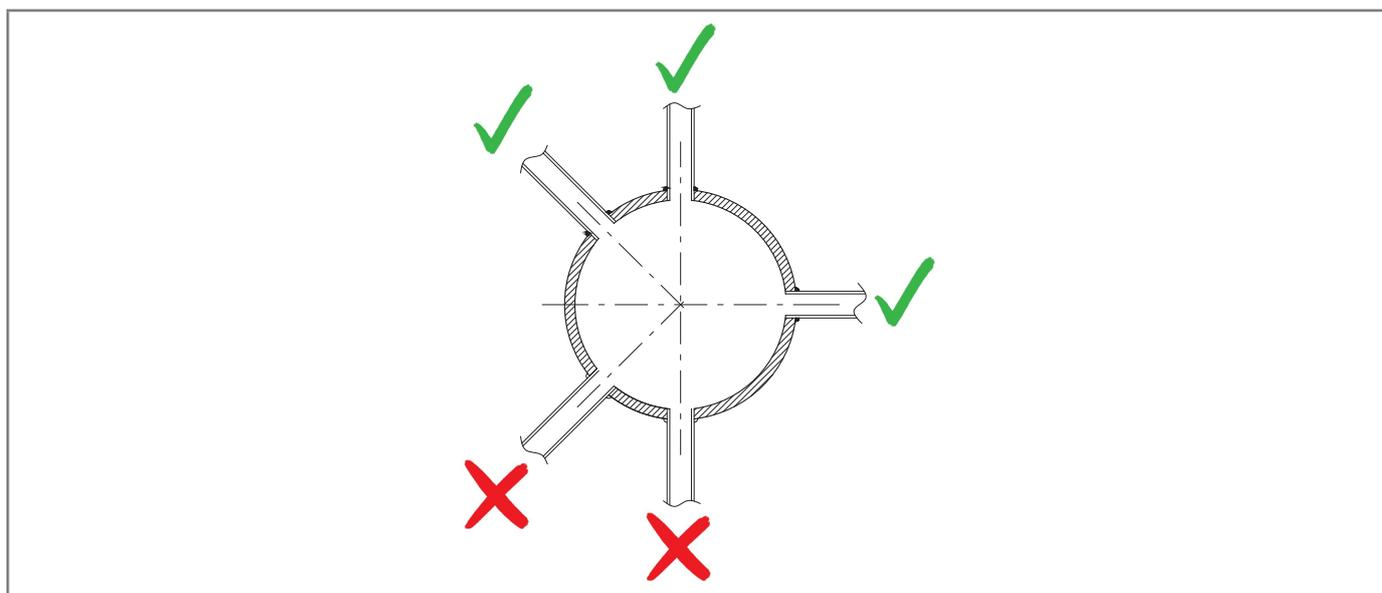

Fig. 6.18. Attacchi saldati della tubazione
- gli attacchi della connessione pneumatica siano sempre saldati sulla parte superiore o sull'asse orizzontale della tubazione stessa (fare riferimento alla fig. 6.18);